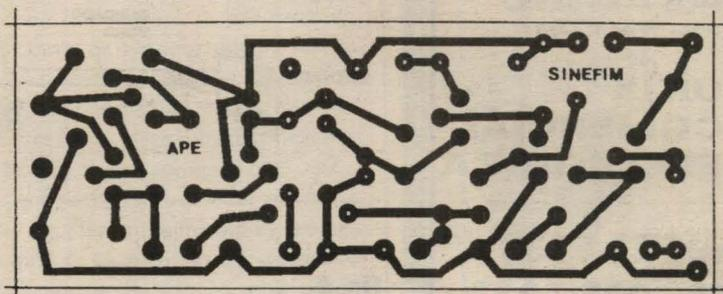

Fig. 2
- FIG. 2 - LAY OUT DO CIRCUITO IMPRESSO ESPECÍFICO - Apesar dos 6 transistores e do número não muito pequeno de capacitores e resistores no